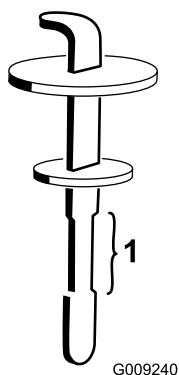

**Bild 130**
2. Heben Sie rechts an der Maschine die Abdeckung an, um den Hydraulikbehälterdeckel frei zu legen (Bild 130).
3. Reinigen Sie den Bereich um den Füllstutzen und den Deckel des Hydraulikölbehälters (**Bild 130**).